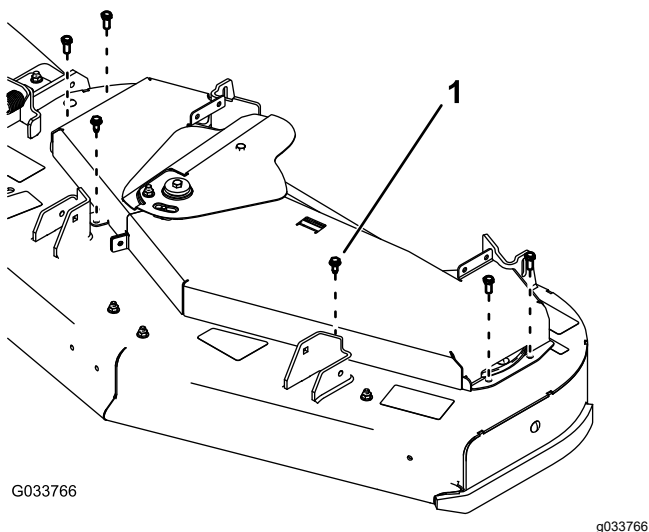

Figura 71
7. Retire os 6 parafusos que ligam as coberturas da correia à plataforma do cortador e faça deslizar as proteções da correia de debaixo da cobertura intermédia (Figura 71).
10. Instale as coberturas da correia utilizando 6 parafusos (Figura 71).